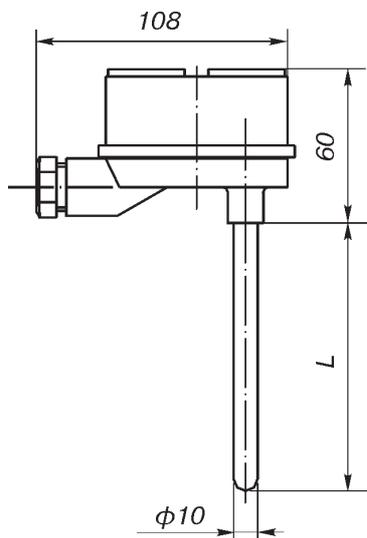
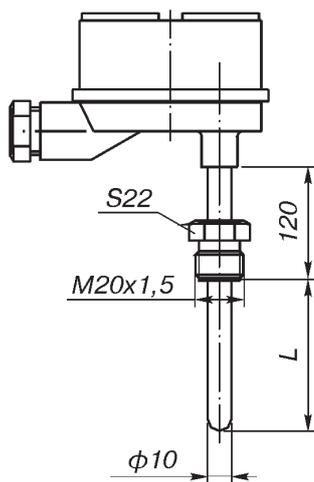
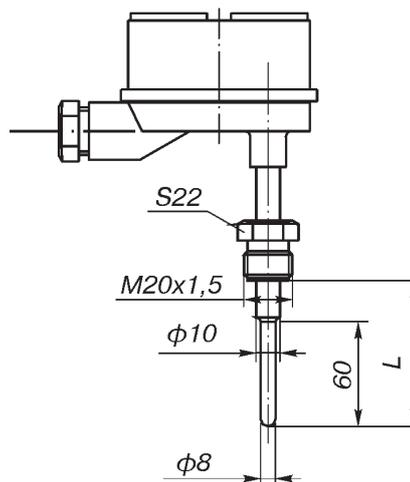

Рис. 1.
Рис. 2 (ост.см.рис.1).
Рис. 3 (ост.см.рис.1).
**Назначение:** термопреобразователи сопротивления медные **ТСМ Метран-203** и **ТСМ Метран-204** по рис. 1, 2, 3, 6, 7 предназначены для измерения температуры жидких и газообразных химически неагрессивных сред, а также агрессивных, не разрушающих материал защитной арматуры.
**Материал соединительной головки:** алюминиевый сплав (рис.1а-3а, 16-36).
Рис. 1а.
Рис. 2а (ост.см.рис.1а).
Рис. 3а (ост.см.рис.1а).
(для рис. 1, 2, 3; 1а, 2а, 3а; 1б, 2б, 3б)**